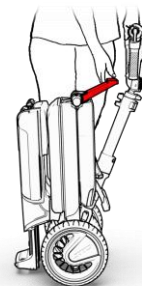

Figura 47
3. Sostenga el ATTO por el manillar y gire el mango principal 180 grados (consulte la Figura 47).